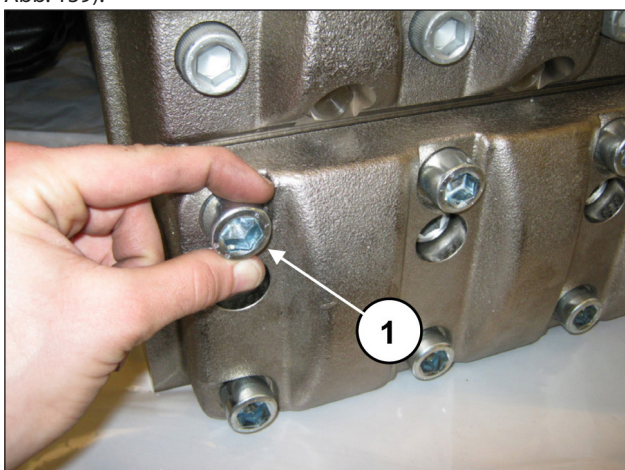
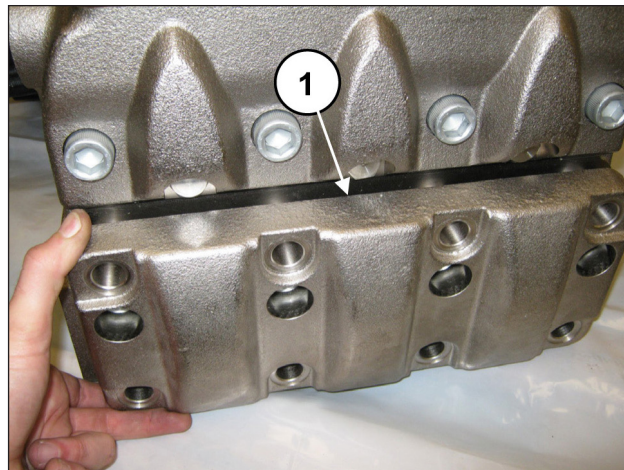

Abb. 138
Abb. 139
Lösen Sie die 8 Schrauben M16x45 des Saugventildeckels (Pos. ①, Abb. 138) und nehmen Sie den Deckel ab (Pos. ①, Abb. 139).